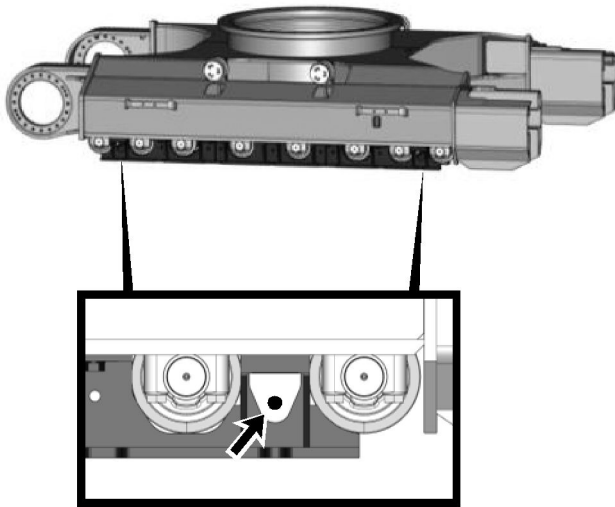

Ilustración 433
6. Si la máquina tiene protector de rodillo de longitud máxima, hay agujeros en los extremos del protector para los cables de levantamiento. Consulte la ilustración 433 .